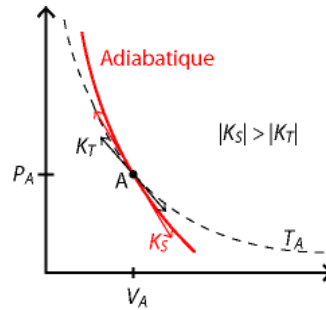

Figure 2
Par comparaison de (9) et (10), sachant que $\gamma > 1$, on déduit qu'au point A, l'adiabatique est plus inclinée que l'isotherme. Voir **Figure 2**.